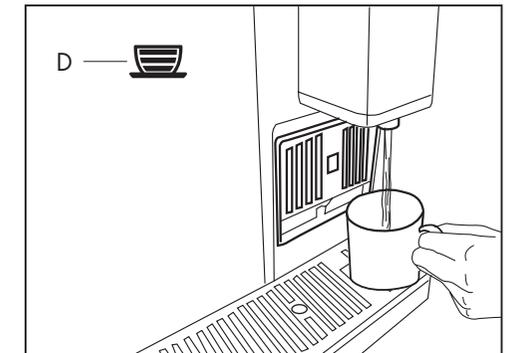

Fig. 6
- Presser la touche (D) **(Fig. 6)** et attendre la fin de la distribution. La machine est ainsi rincée.